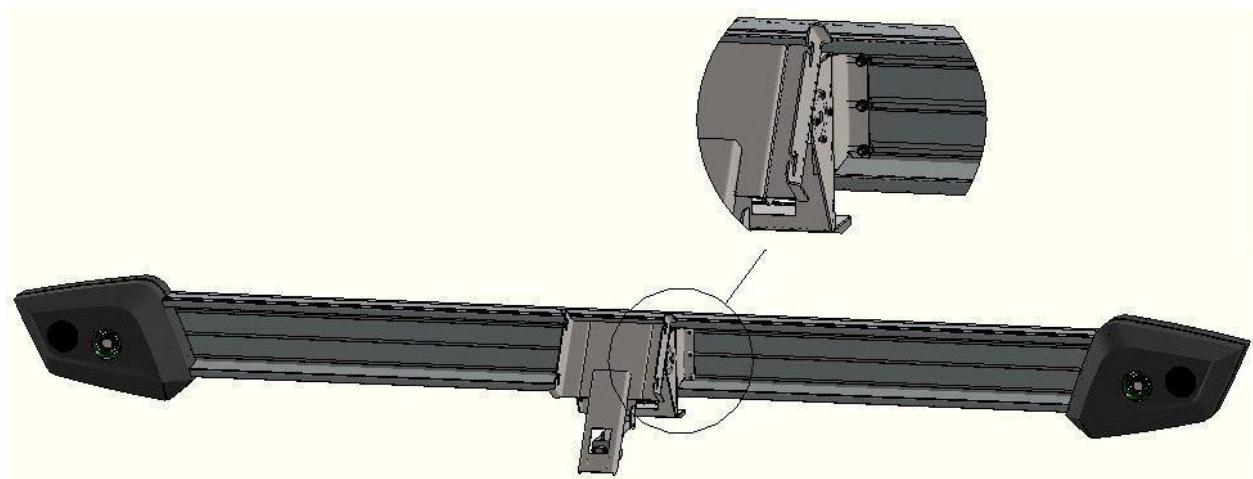

Рис. 4. Установка привода наклона на балку.
7. Далее необходимо установить по центру балки привода наклона, смотрите на рис.4. При этом провода ведите в специальные отверстия на кронштейне (рис.4а).
Рис. 4а. Отверстия в кронштейне перекладины.
Затем провода, которые выходят из перекладины (рис. 4б), нужно пропустить через технологическое отверстие кронштейна 1 (рис. 4а).
Рис. 4б. Провода перекладины.
Следующий шаг: через отверстие 2 кронштейна (рис. 4а) проводим кабель заземления (1), кабель управления электрическим приводом наклона (3), кабели питания модулей камер (6,7).
10. Подключаем hub. Через отверстие 3 кронштейна (рис. 4а) проводим кабель питания хаба (2), патч-корды левой и правой камеры (4,5) (рис. 4б), дополнительный патч-корд, который соединяет хаб с центральным компьютером. Компьютер можно предварительно провести через отверстие 2 кронштейна (рис. 4а). Ниже на рисунках представлено подключение хаба и его фиксация на кронштейн.
К разъему 2 необходимо подсоединить кабель управления приводом (№ 3 на рис. 4б).
К разъему 3 нужно подключить кабель питания платы управления электрическим приводом (с одной стороны HU5, с другой - DB9, он похож на кабель питания модуля камер № 6,7 на рис. 4б).